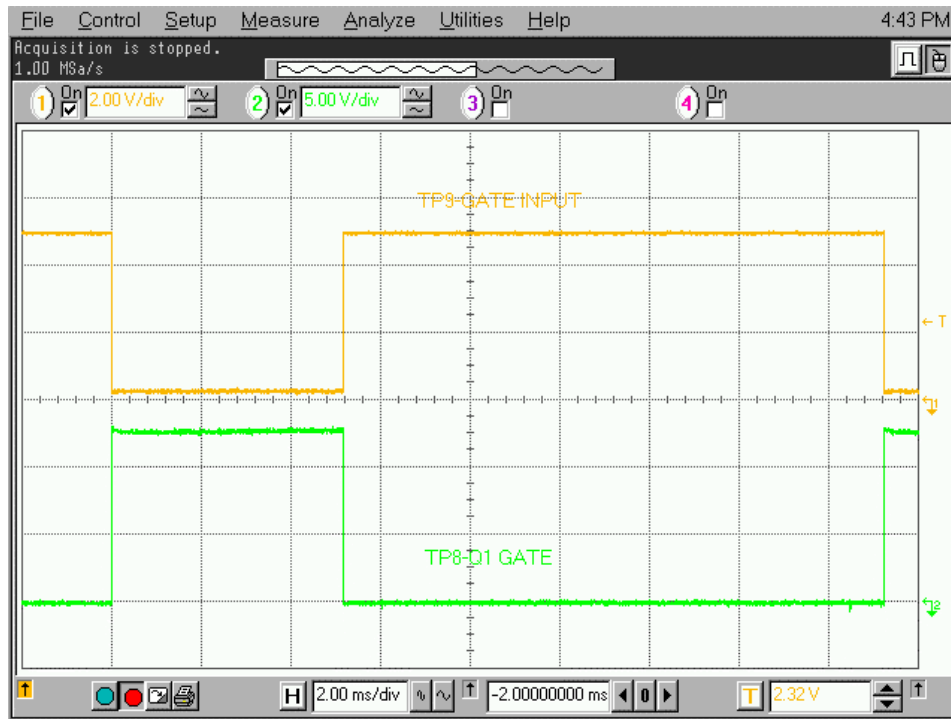

Bild 6.32 – Zündimpuls
18. Überprüfen Sie, ob die Signale an TP9 und TP8 Bild 6.32 entsprechen.